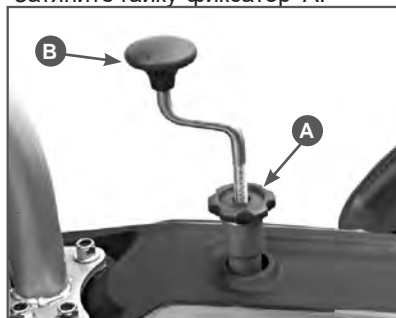

Рис. 10 Регулировка высоты подъема щетки
- Ослабьте затяжку гайки-фиксатора А (Рис. 10).
- Вращая ручку В регулировки высоты подъема щетки по или против часовой стрелки, отрегулируйте степень прижатия щетки к дорожному покрытию (Рис. 10).